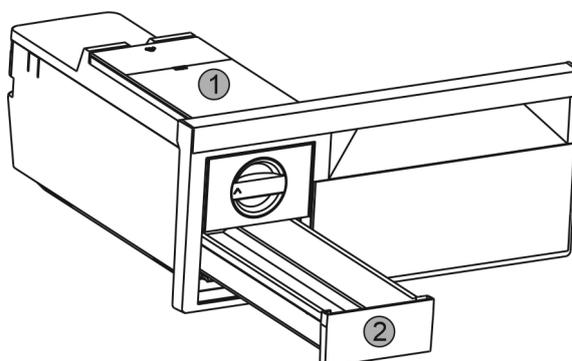

Fig. 55
- ▶ Wassertank Fig. 55 (1) und Eismwürfel-Schubfach Fig. 55 (2) entnehmen.